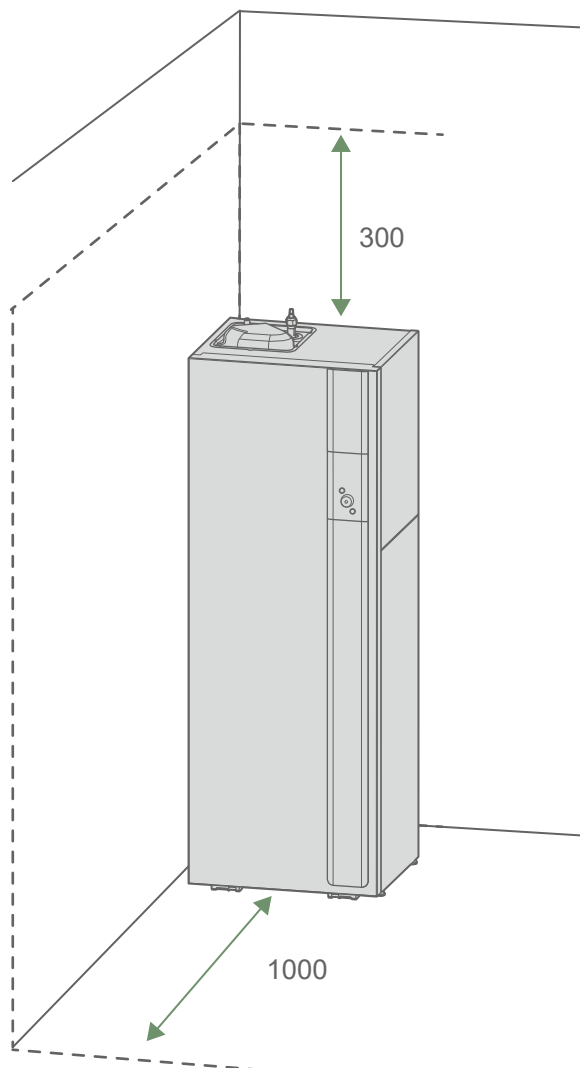

fig. 18 - Dégagements minimum d'installation autour du module hydraulique pour l'entretien
- En fonctionnement, de l'eau peut s'évacuer de l'unité extérieure. Ne pas installer l'appareil sur une terrasse, mais préférer un endroit drainé (lit de graviers ou sable). Si l'installation est réalisée dans une région où la température peut être inférieure à 0°C pendant une longue période, vérifier que la présence de glace ne présente aucun danger. Il est aussi possible de raccorder un tuyau d'évacuation sur le bac de récupération de condensats (option) ("*Fig. 18 page 17.*")
- Pour faciliter les opérations d'entretien et permettre l'accès aux différents organes, il est conseillé de prévoir un espace suffisant tout autour du module hydraulique (*fig. 18*).